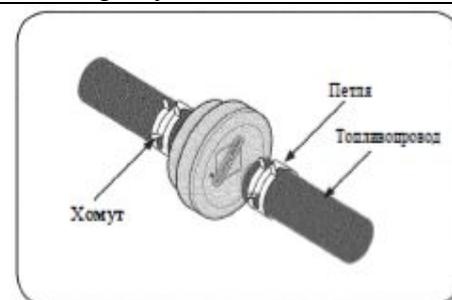

Рис. 13
1. Используйте плоскогубцы, чтобы сжать выступы на второй хомуте (расположенной на выходной стороне фильтра), а затем отодвиньте хомут в сторону от топливного фильтра (См. Рис. 13).